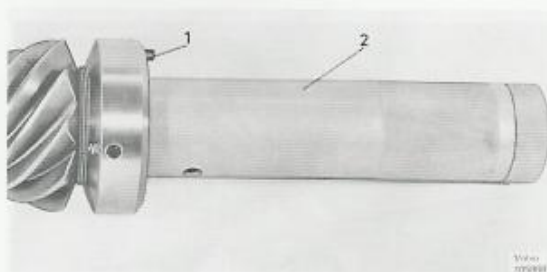

Bild 44. Inställningsring och nyckel för pinjongens läge
1. Putsa märkplanet på pinjongen med mycket fin smärgelduk. Sätt inställningsringen och nyckeln på pinjongen, se bild 44.